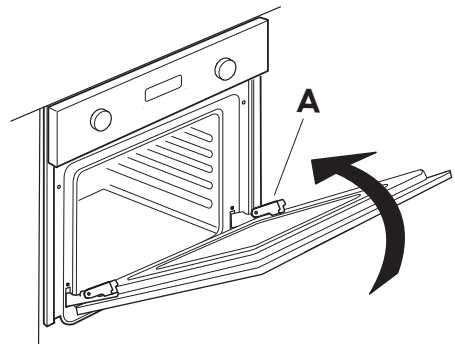

Abb. 2
3. Schließen Sie die Tür bis zum Anschlag (A), heben Sie sie an (B) und drehen Sie sie (C) bis sie aushakt (D) (Abb. 2, 3 und 4).